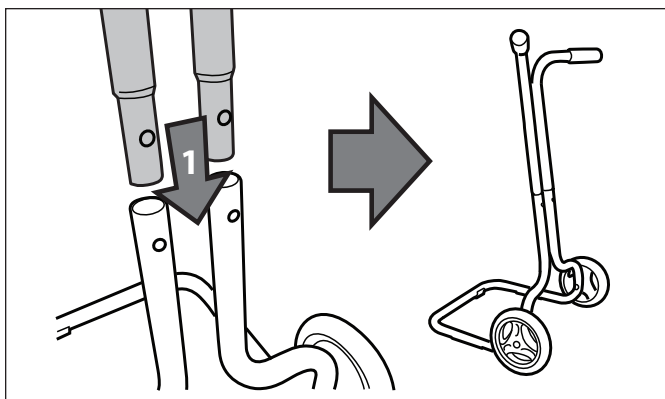

Figure 2. Installer les poignées
1. Insérer les tubes supérieurs (poignées) dans les tubes inférieurs du chariot tel qu'il est indiqué à la Figure 2. S'assurer que les tubes supérieurs (poignées) sont bien orientés et aligner les trous de vissage.